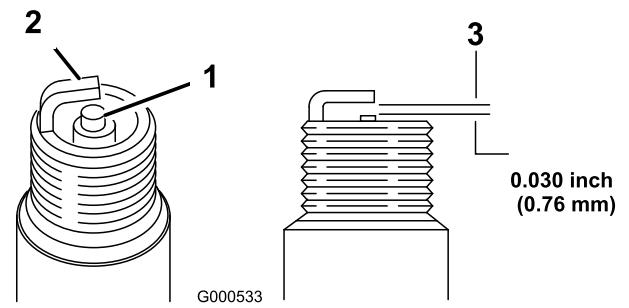

Figure 32
11. Réglez l'écartement des électrodes à 0,76 mm (0,030 po), comme montré à la Figure 32.